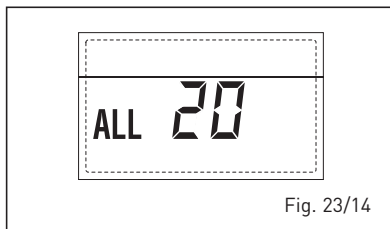

Fig. 23/14
– ANOMALÍA AVERÍA SONDA IMPULSIÓN PRIMERA ZONA MEZCLADA “ALL 21” (fig. 23/15)